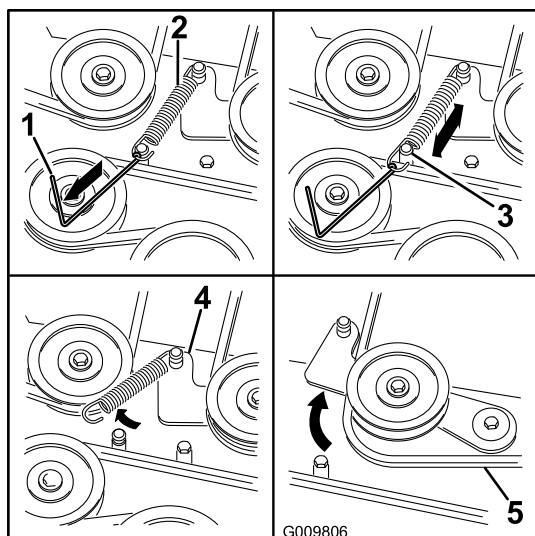

Figura 63
7. Servendovi di un attrezzo per la rimozione delle molle (n. cat. Toro 92-5771), sganciate la molla di rinvio dal perno del piatto di taglio per eliminare la tensione dalla puleggia tendicinghia (Figura 63).
10. Montate la nuova cinghia attorno alle pulegge del tosaerba e alla puleggia della frizione, sotto il motore (Figura 63).
11. Servendovi di un attrezzo per la rimozione delle molle (n. cat. Toro 92-5771), agganciate la molla di rinvio al perno del piatto di taglio per mettere in tensione la puleggia tendicinghia e la cinghia (Figura 63).